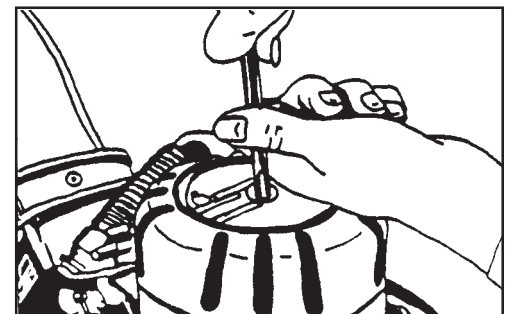

Figure 11
1. Enlevez la capot du moteur. Voir Figure 11.